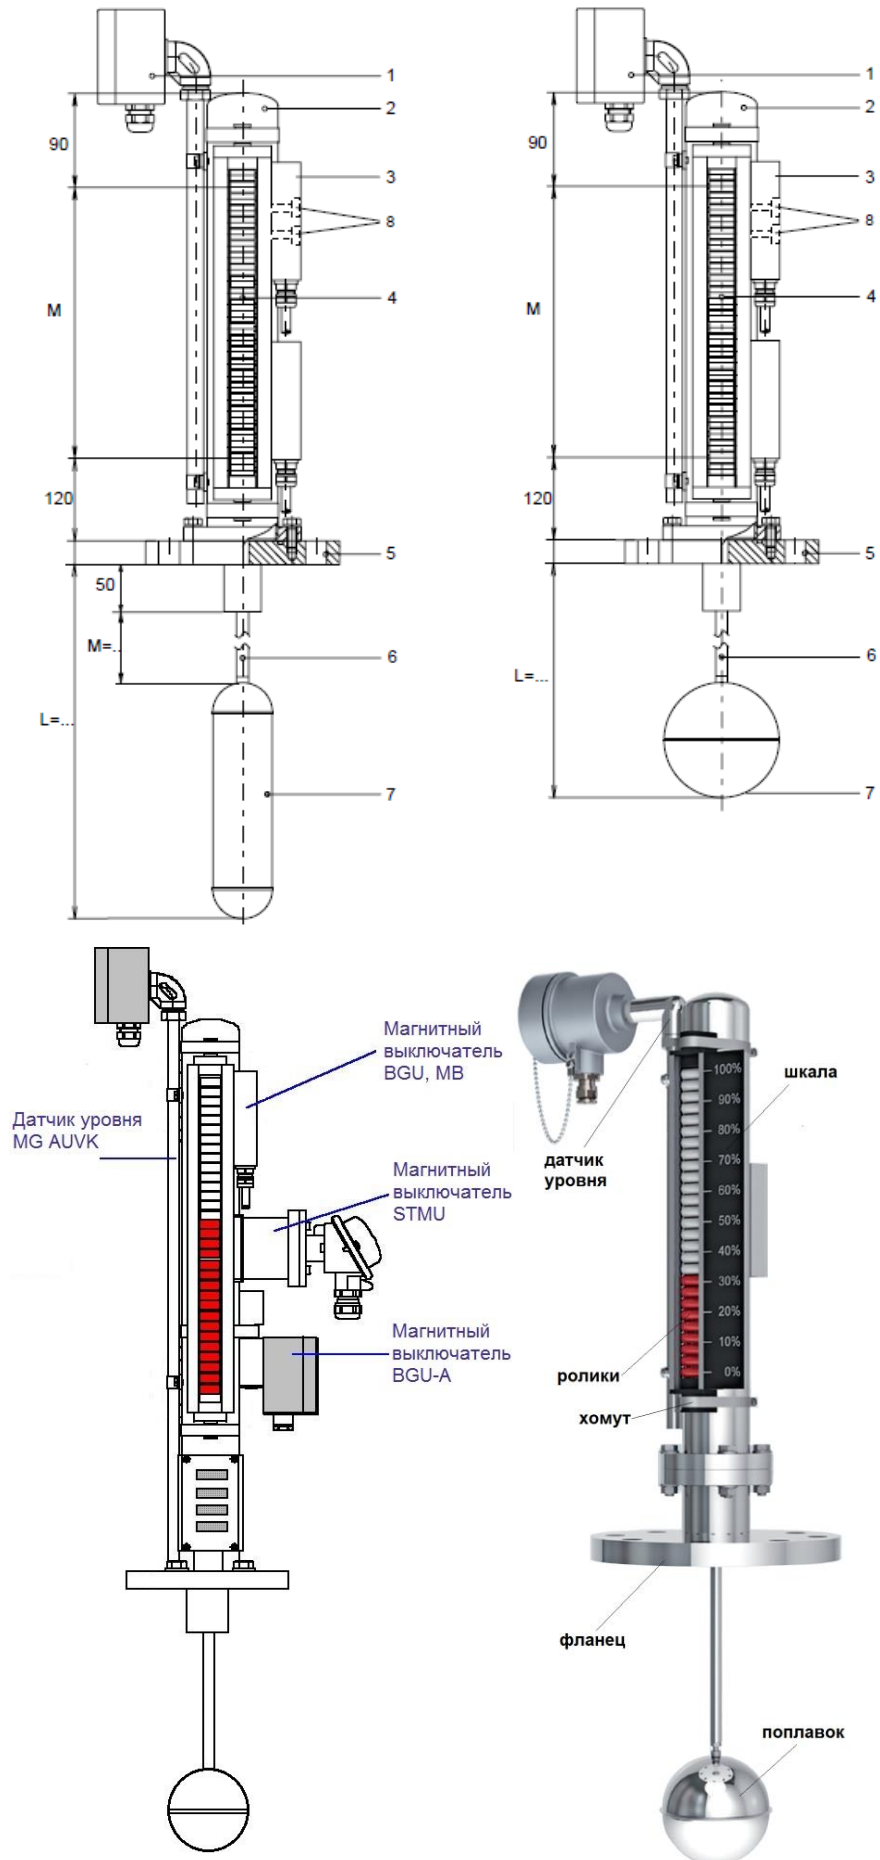

Рис.1
2.1 Принцип действия уровнемеров основан на законе Архимеда. В трубе 2 (камере - см. рис.1), соединенной фланцем 5 с патрубком резервуара или технологического аппарата, находится подвижный шток (стержень) 6 с поплавком 7 с одного конца и магнитной системой из постоянных магнитов – с другого. Положение поплавка и магнитной системы изменяется по высоте пропорционально изменению уровня жидкой среды в резервуаре или технологическом аппарате. Магнитное поле магнитной системы сконцентрировано перпендикулярно оси трубы и воздействует на устанавливаемые снаружи трубы местный магнитный роликовый указатель уровня 4, датчик уровня 1 и магнитный выключатель 3. Внутри каждого ролика магнитного роликового указателя находится магнит. Магнитное поле поплавка при его перемещении вверх или вниз поворачивает ролики на 180°. Ролики последовательно изменяют свой цвет с белого на красный (пластмассовые) и оранжевый (керамические) или с красного и оранжевого на белый, в зависимости от направления перемещения. Магнитное поле поплавка воздействует также на датчики уровня MG, FFG и магнитные выключатели BGU, STM (при их наличии в комплектации уровнемера). Датчики уровня MG работают на принципе суммирования сопротивлений (по двухпроводной или трехпроводной потенциометрической схеме) в линейке из герконов с сопротивлениями, в которой герконы замыкаются и размыкаются под воздействием магнитного поля поплавка при его перемещении. Суммарное сопротивление определяется положением поплавка в резервуаре или технологическом аппарате, т.е. уровнем жидкости. Суммарное сопротивление преобразуется встроенным или внешним измерительным преобразователем в токовый сигнал 4-20 мА. Принцип работы датчиков уровня FFG основан на магнитострикционном эффекте. В защитной трубе датчика натянут провод из магнитострикционного материала. Из электронного блока по проводу посылаются токовый импульс, который создает кратковременное магнитное поле по всей его длине. При «встрече» этого магнитного поля с магнитным полем поплавка происходит наложение двух магнитных полей и в проводе при этом возникает механическая волна, которая передается в электронный модуль. В электронном модуле пьезокерамический преобразователь преобразует механическую волну в электрический сигнал, который далее преобразуется в токовый сигнал 4-20 мА. Время прохождения механической волны определяется положением поплавка в резервуаре или технологическом аппарате, т.е. также уровнем жидкости. Для получения дискретного сигнала о величине уровня в конкретной заданной точке (или нескольких точках) на магнитном роликовом указателе устанавливается магнитный сигнализатор уровня. При изменении положения поплавка и прохождении его мимо сигнализатора магнитное поле поплавка воздействует на бистабильный переключающий контакт сигнализатора, и он переключается. При движении поплавка в обратном направлении контакт возвращается в исходное состояние.
3.1 Смонтировать уровнемер на контролируемом резервуаре или технологическом аппарате при помощи предусмотренных для этого элементов соединения. На рис.1 дан вариант с присоединительным патрубком и фланцем. При монтаже необходимо пользоваться подходящими прокладками, болтами, шайбами и гайками.